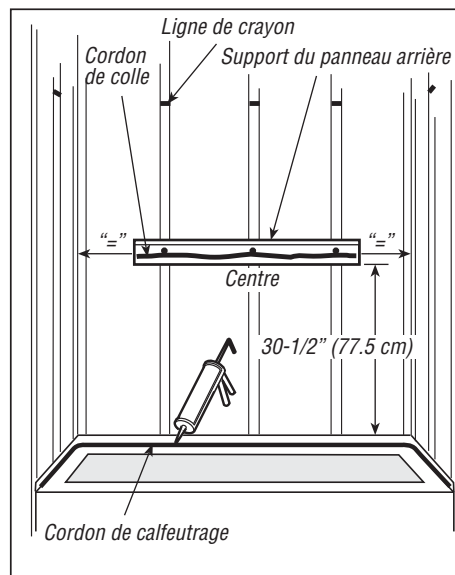

Figure 4
- 4** Repérez et clouez la planche de support du panneau arrière aux montants comme illustré dans la figure 4. Étendez un cordon d'adhésif sur la planche de support. Étendez un cordon de produit calfeutrage le long du rebord de la baignoire et remplissez aussi l'encoche avec du produit calfeutrage. Placez le panneau arrière dans son emplacement sur le mur de l'alcôve. Appuyez fermement au centre du panneau pour assurer le contact avec l'adhésif sur la planche de support.